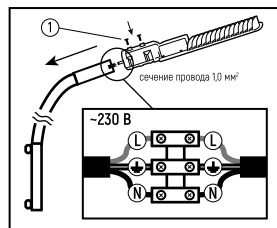

Рис.1
2. Обесточьте сетевой кабель питания и подключите к проводу светильника* (Рис.1).
4. Установите светильник на кронштейн, провод светильника поместите внутрь кронштейна или опоры (Рис.1).
5. Зафиксируйте светильник на кронштейне или опоре при помощи фиксирующих винтов (1), расположенных на основании светильника (диаметр установочного отверстия для кронштейна указан в таблице технических характеристик).